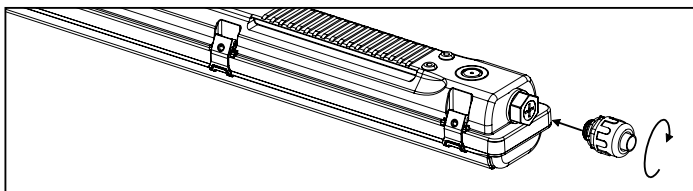

Figure 2.
2. Enfilez le raccord de conduit étanche de 12,70 mm (1/2 po) (fourni par d'autres) dans l'emboîtement universel situé à l'extrémité du luminaire (figure 2).